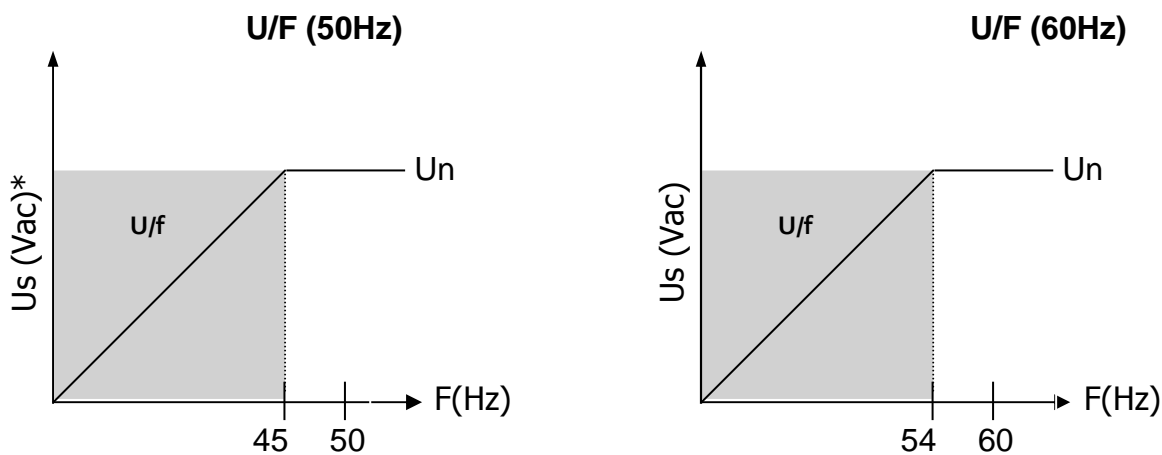

Figura 5: Operación de la protección U/F.
El trimpot **U/F** determina el punto de actuación del modo U/F, que puede ser desde la frecuencia nominal (F_n) hasta $1/3$ de F_n , cuyo valor viene ajustado de fábrica 10% abajo de la F_n . Para operación en 60Hz es ajustado para 54Hz y para operación en 50Hz es ajustado para 45Hz (ver figura 5), cuyo valor puede ser alterado conforme la necesidad de cada aplicación.
1. No dejar la protección U/F abierta. La configuración debe ser hecha conforme la Figura 5 para evitar problemas cuando se apaga el equipo. La frecuencia limitada por U/F es la frecuencia de la forma de onda que se encuentra en la entrada de alimentación del circuito y no para la entrada de realimentación (tensión de salida del generador).